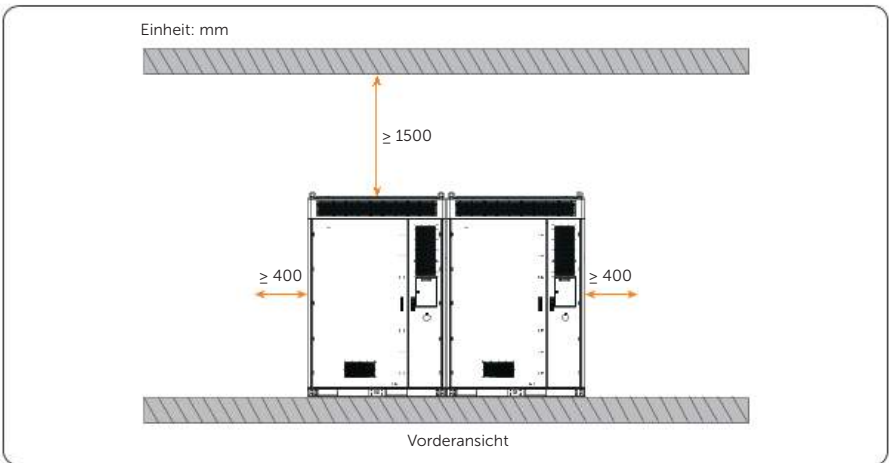

Abbildung 4-6 Zwei und mehr Schränke
- Einzelner Schrank (siehe Abbildung 4-6)